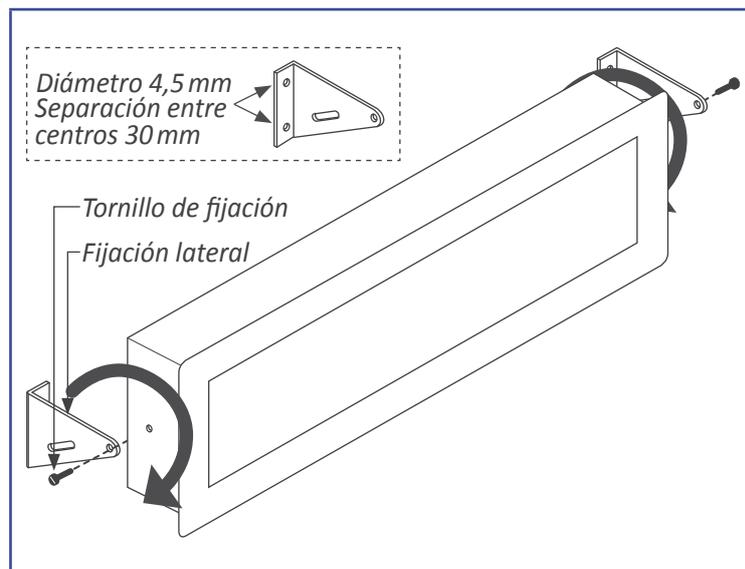

Figura 14 - Montaje contra pared
- Montaje contra pared. Montar las fijaciones laterales contra la pared, orientadas tal y como se indica en la figura (ver Figura 14). Cada fijación dispone de 2 agujeros de diámetro 4,5 mm y separación entre centros de 30 mm. Una vez aseguradas las fijaciones a la pared, colocar el instrumento y apretar los tornillos de fijación de forma suave. Inclinar el instrumento hasta obtener el ángulo de visión deseado y apretar definitivamente los tornillos de fijación.